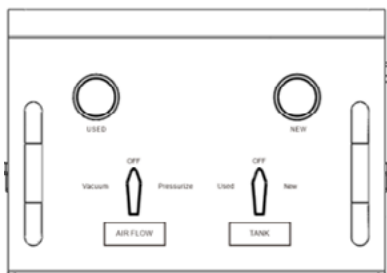

Fig 1.
1. Исходное положение (рис. 1, рис. 2, все клапаны закрыты)